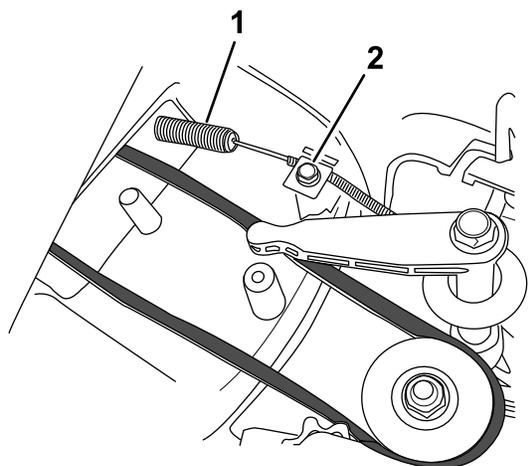

Figure 34
4. Montez le câble de frein de lame neuf, mais ne serrez pas le collier au sommet du carter de la tondeuse (Figure 34).
5. Desserrez la vis du serre-câble (Figure 34).